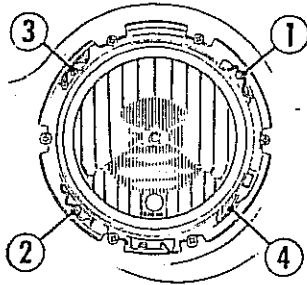

Fig. 167
- 2) Levantar el pestillo de sujeción del faro (3, Fig. 167) y retirarlo destrabando la pestaña de guía (4, Fig. 167).
Regulación de dirección: Ajustar o aflojar los tornillos (1, Fig. 167).
Regulación de profundidad: Ajustar o aflojar los tornillos (2, Fig. 167). Los tornillos mencionados, son accesibles al quitar el aro del faro.